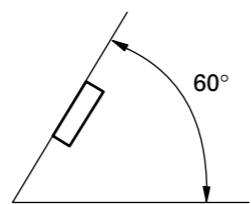

Fig. 1
- Se o ângulo de instalação exceder de 60° desde a horizontal, o aparelho pode não atingir sua performance ótima (Fig. 1).